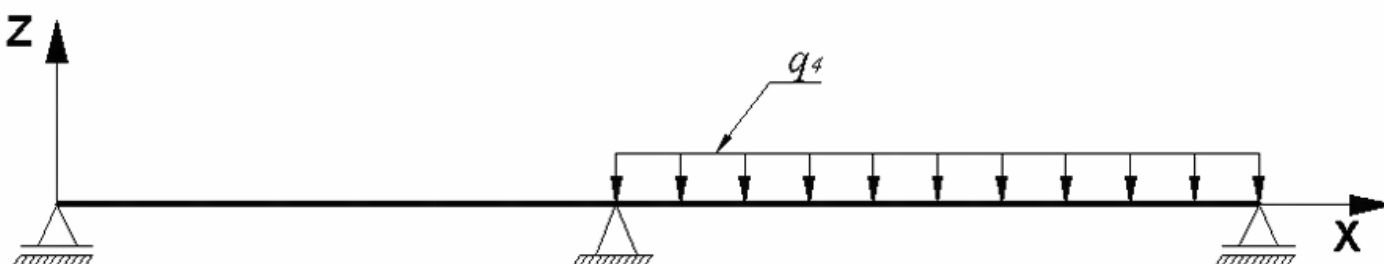

Рис. 7.6. Схема завантаження 4 балки
- завантаження 4 – рівномірно-розподілене в другому прогоні  $q_4 = 0.87$  т/м (рис. 7.6);